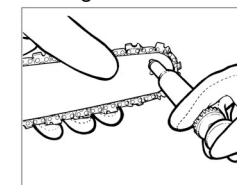

Fig. 14
- Verwenden Sie Einweg-Schmieröl, führen Sie die Tülle in das Schmierloch und injizieren Sie das Schmierfett, bis es an der äußeren Ecke der Kettenspitze erscheint (Abb. 14).